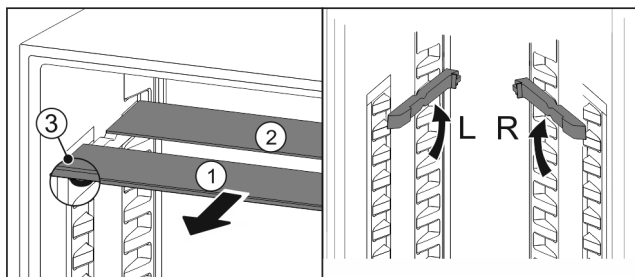

Fig. 70
- По одной извлеките Fig. 70 (1) стеклянные панели движением вперед.
- ▷ Стеклянная панель Fig. 70 (1) с декоративной планкой лежит спереди.
- ▷ Стопоры Fig. 70 (3) показывают вниз.